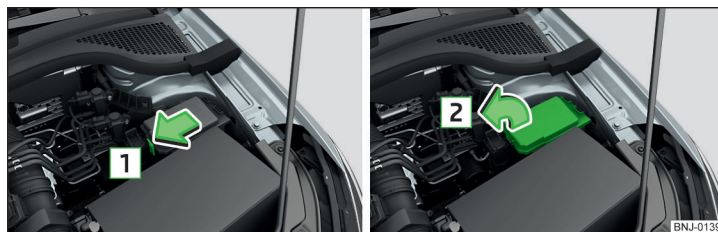

Fig. 201 Afmontering af afdækning
- Tryk afdækningens låseknap i pilens retning **1** » Fig. 201.